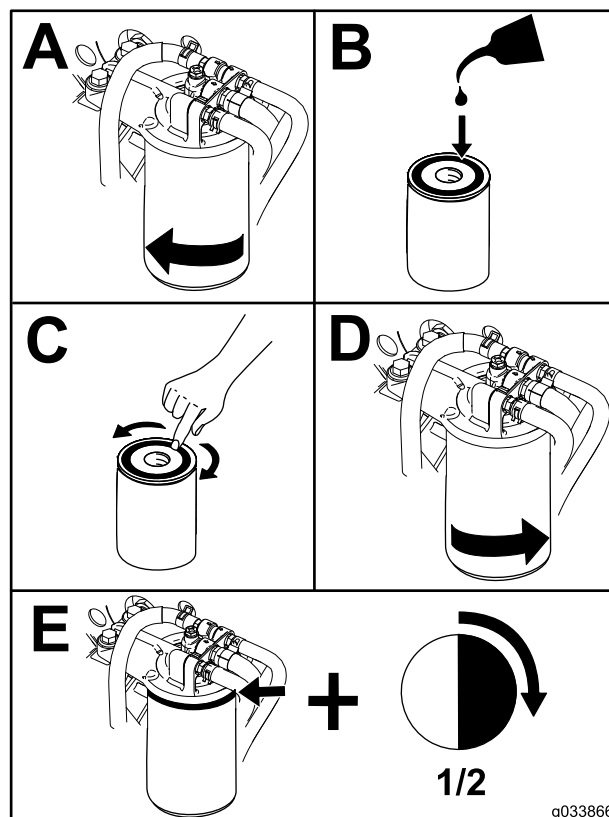

Figure 57
1. Nettoyez la surface autour de la tête du filtre (Figure 57).